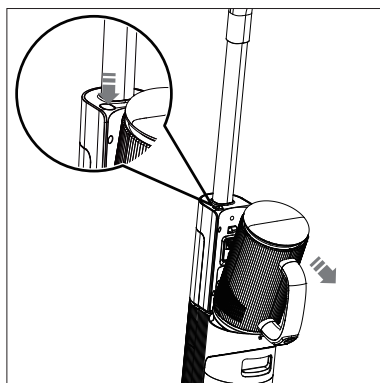

Fig. 21 – Extracción de la unidad del motor
- ▶ Sujete firmemente la unidad del motor y pulse el botón de desbloqueo de la unidad del motor (4) para soltarla.
- ▶ Incline la unidad del motor hacia delante para extraerla del aparato (véase Fig. 21).